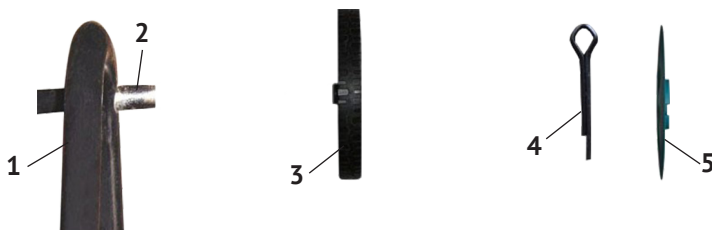

рис.3
### 6.2 Монтаж колёс с осью см. рис.3:
- Монтаж колёс производить в последовательности, изображённой на рис.3;
- зафиксировать колесо шплинтом и установить колпак колеса (рис.3 поз.5).